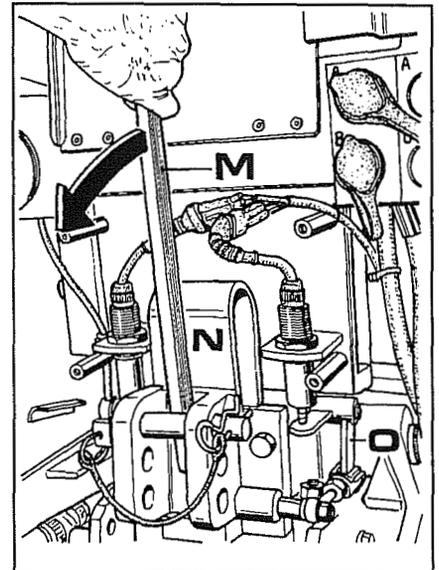

Fig. 53
- c. Insertar una palanca (**M** fig.53) detrás del enganche 3º punto y operar en el sentido indicado por la flecha. De este modo se acciona el resorte **N** soporte enganche, luego por reacción del varillaje (**O**) se produce un descenso de la lámina de apoyo de la barra del sensor esfuerzo controlado. Luego el elevador debería comenzar a elevarse, por lo tanto soltando la palanca el elevador debería descender nuevamente.